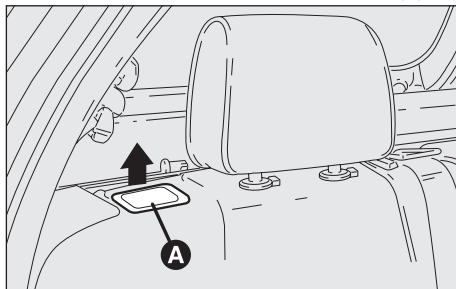
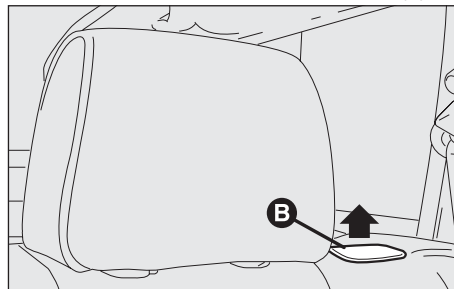

fig. 41
fig. 42
– Débloquer le blocage des dossiers en soulevant la poignée (**A-fig. 41**) pour le dossier droit et la poignée (**B-fig. 42**) pour le dossier gauche.